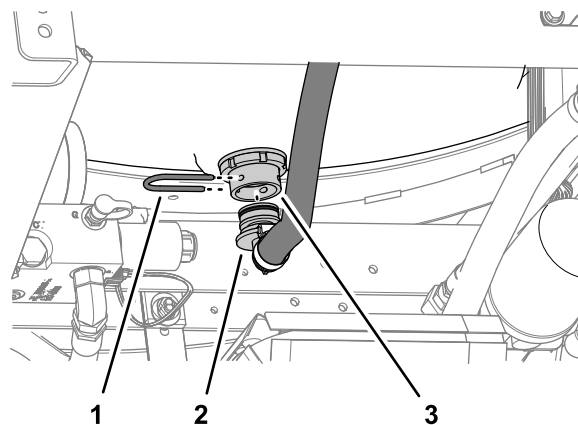

图 3
3. 在冲洗水箱的底部卸下将供水软管的 90° 接头固定至隔板接头的固定叉图 3。
4. 从隔板接头卸下 90° 接头图 3。